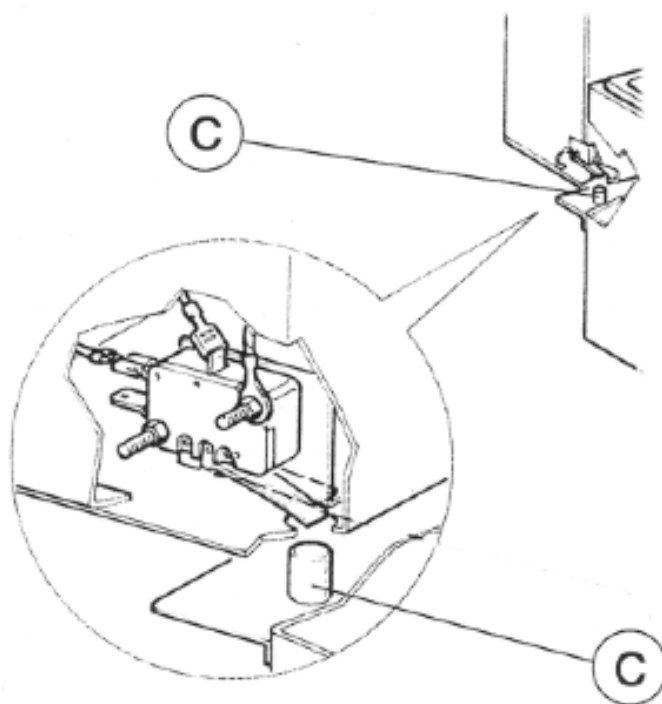

Fig. 2
Den herausziehbaren Kopf der Maschine korrekt positionieren. Der Stift muß derart in den Kopf eingesetzt sein, daß er auf den innen angebrachten Betriebsmikroschalter drückt (C Fig. 2).
Position the removable head of the machine correctly. The pin must be inserted into the head in such a way that it presses on the internal operating microswitch (C Fig. 2).
- Dass der Stift (B Abb.2) weil in den Kopf eingeführt ist.
- That the pin (B Fig.2) is inserted in the head.